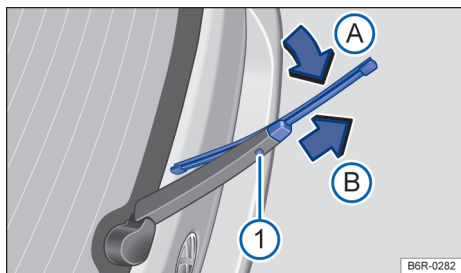

Fig. 199 Substituir a palheta do limpador do vidro traseiro.
- Manter o botão de destravamento → Fig. 199 ❶ pressionado .
- Inclinat a palheta do limpador do vidro no sentido do braço do limpador do vidro → Fig. 199 (seta A) e ao mesmo tempo retirar no sentido da seta B. Para isso, poderá ser necessário um esforço um pouco maior.
- Introduzir a nova palheta do limpador do vidro traseiro **de mesmo tamanho e versão** no braço do limpador do vidro traseiro no sentido contrário da seta → Fig. 199 B, até que ela se encaixe. Aqui a palheta deverá estar em posição dobrada → Fig. 199 (seta A).